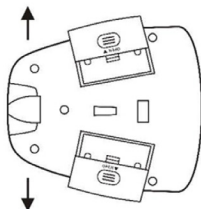

Figura 2: Parte inferior da caixa de controle (2) com as tampas dos compartimentos abertas.
A) Encaixe o apoio para braço (1) com o suporte para manuseio (3) e fixe com o parafuso de fixação (7);
B) Verifique se o botão SENS está na posição DESLIGADO (totalmente girado no sentido anti-horário). Então, pressione as tampas dos compartimentos das baterias localizados na caixa de controle, conforme a figura 2 abaixo, e deslize-as nas direções das setas para retirá-las: